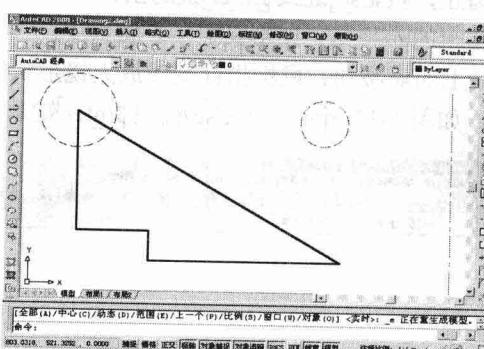

图 1-16 全部显示图形
(3) 在【标准】工具栏的 Z 按钮上按下鼠标左键，弹出一个工具栏。继续按住鼠标左键并向下拖动鼠标指针至该工具栏的 A 按钮上松开，图形全部显示在窗口中，结果如图 1-16 所示。